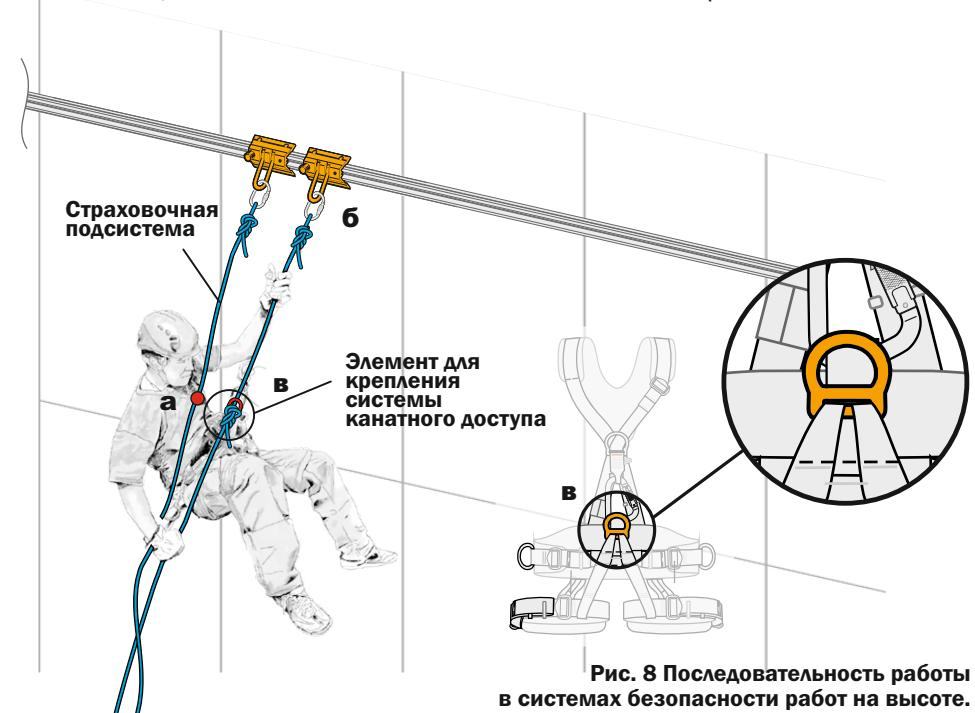

Рис. 8 Последовательность работы
4. Соединить привязь со страховочной подсистемой (например, со второй мобильной анкерной точкой, **рис. 8а**).
5. Соединить при помощи карабина соединительную подсистему (канат со спусковым устройством и т.д.) с мобильной анкерной точкой (**рис. 8б**).
6. Соединить при помощи карабина элемент для крепления системы канатного доступа, расположенный на передней части пояса, с соединительной подсистемой (**рис. 8в**).